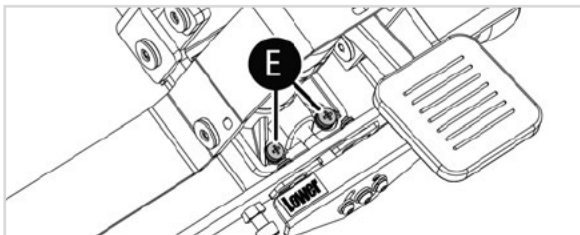

Fig. 9
Retire los tres tornillos de la cubierta del gato y los dos tornillos de montaje del gato (E) que se muestran en la Fig. 9 utilizando un destornillador de estrella.